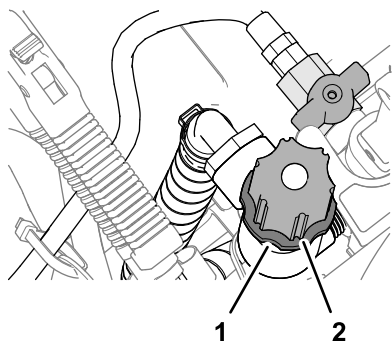

Figura 40
- Gire el pomo de la válvula de control en sentido horario para aumentar la presión del sistema de fumigación (Figura 40).
- Gire el pomo de la válvula de control en sentido antihorario para reducir la presión del sistema de fumigación (Figura 40).
- Afloje la contratuerca y gire el pomo de la válvula de control en sentido antihorario (Figura 40).